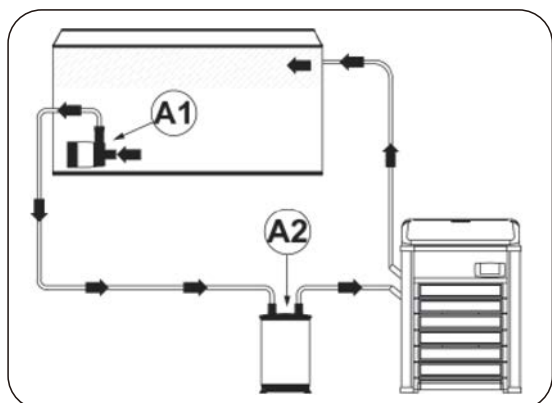

図7
11) ポンプ (図7-8のA1) またはフィルター (図7のA2) から来るホースは本体のINの位置へ接続し、水槽へ戻るホースはOUTの位置へ接続してください。